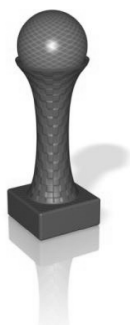

图 6-56 添加纹理后的硬件渲染效果
- 09 在透视图窗口中旋转查看添加纹理后的效果，整个模型显得更加生动，如图 6-56 所示。